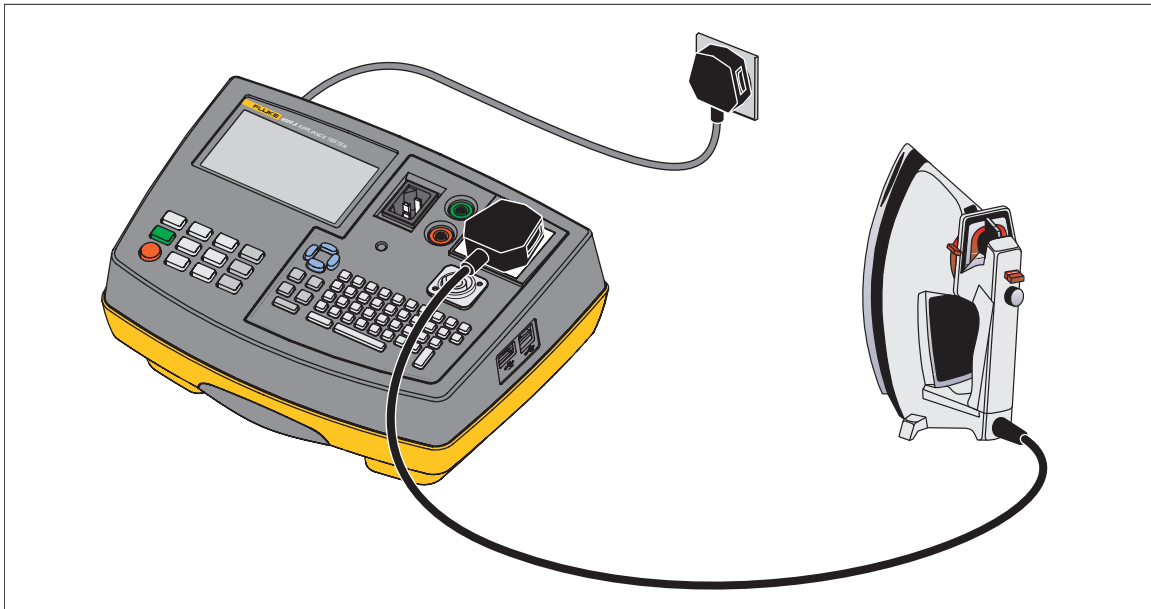
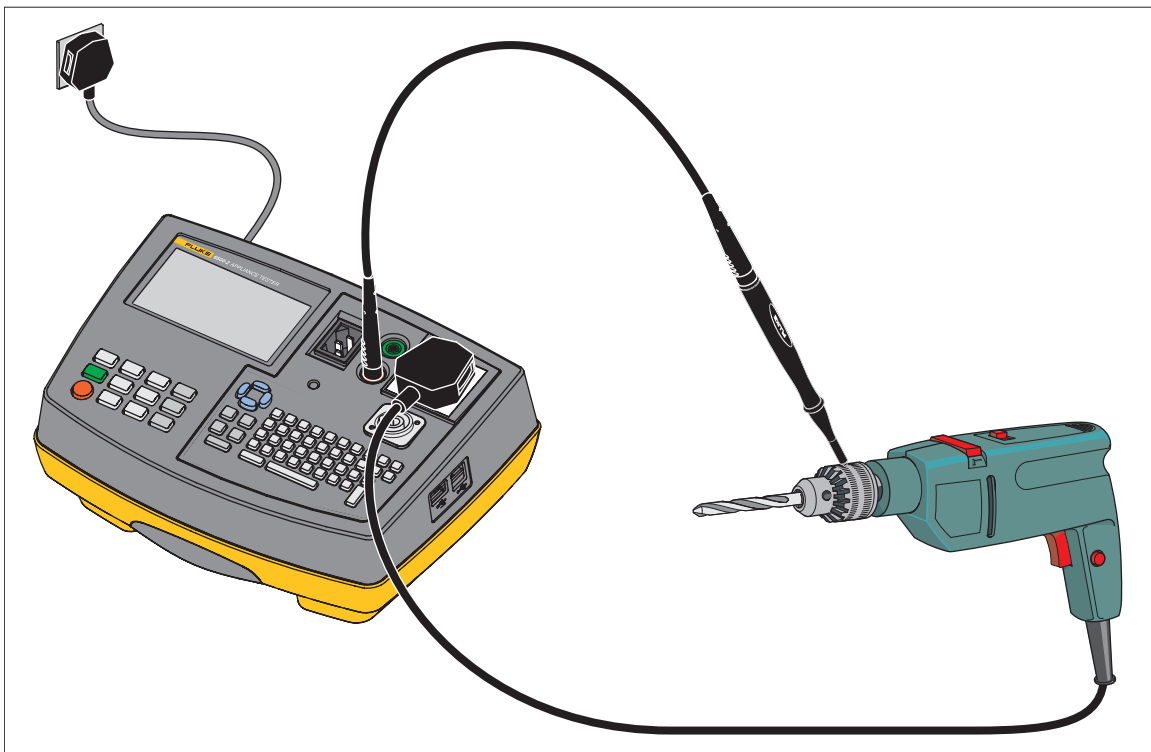

Abbildung 5. Prüfanschlüsse für die Ersatzableitstromprüfung Klasse I
Abbildung 6. Prüfanschlüsse für die Ersatzableitstromprüfung Klasse II
- Verbinden Sie den Prüfling und die Prüfsonde wie in der Anzeige dargestellt, siehe Abbildung 5 und Abbildung 6.